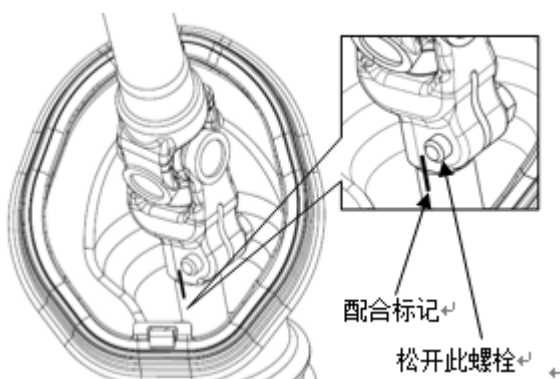

图 5.9 中间轴与转向器输入轴配合标记
- ①在中间轴下端与转向器输入轴配合处做好配合标记，如图 5.9 所示。
- ②此时可以套上转向盘转动，使螺栓处于方便操作的位置，松开螺栓，拔出中间轴。